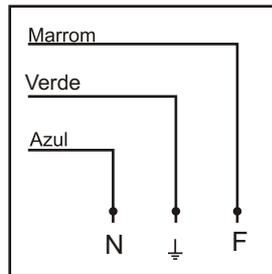

Fig. 10
- 6- Sejam seguidas as polaridades de encaixe dos terminais livres (marrom = Fase; Azul = Neutro; Verde = Terra) (Fig. 10);